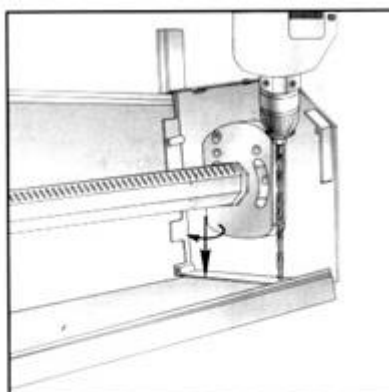

Рис. 6. Сверление отверстий в верхней отбортовке крышки при встроенном монтаже.
6. При встроенном монтаже сверлить по два отверстия в верхней отбортовке каждой крышки (рис. 6).